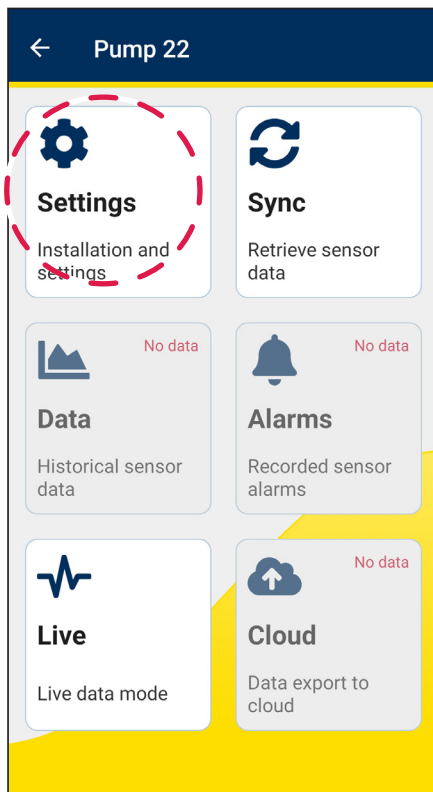

Abbildung 6
1. Wählen Sie **Einstellungen** aus (siehe Abbildung 6).